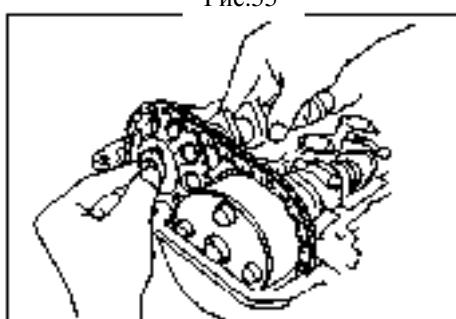

Рис.55
- (p) Временно закрепите болты (рис.55).